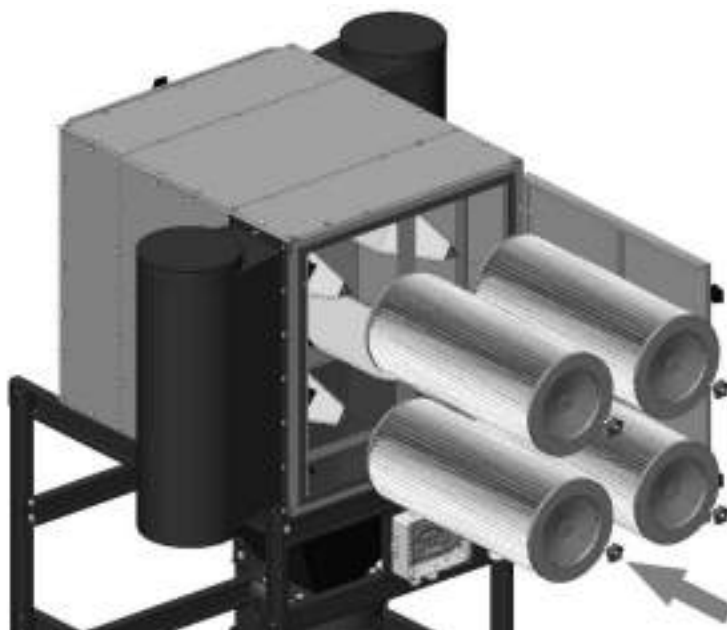

Рисунок 38
- 1) открыть двери модулей, открутить гайки-ручки, которыми крепятся картриджи (рисунок 38);